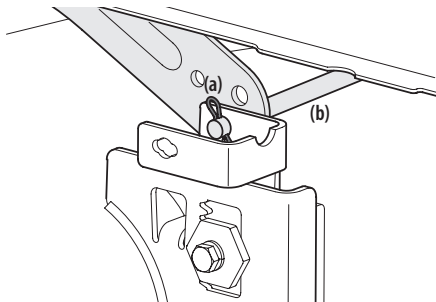

Figure 28
5. Tenez-vous du côté gauche du tracteur en regardant le plateau de coupe et repérez la goupille fendue (a) qui fixe la tige de support du plateau (b) à l'arrière gauche du plateau de coupe. Voir Figure 28. Retirez la goupille fendue (a) et enlevez ensuite soigneusement le support de plateau (b) du bras de relevage.